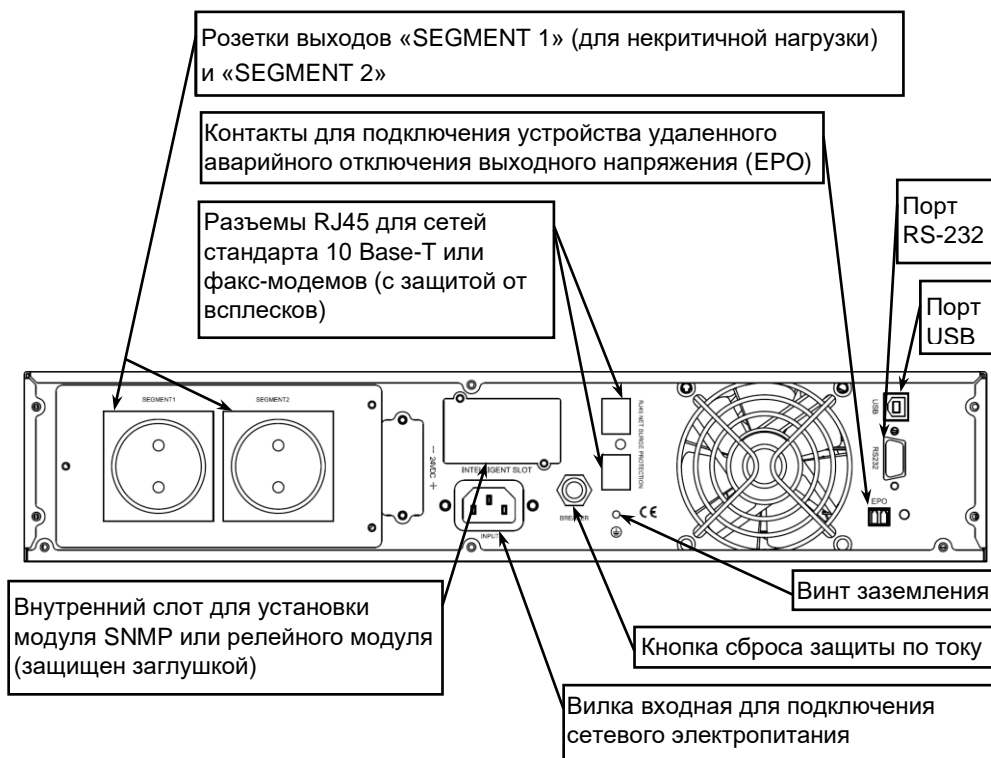

Рисунок 2 – Общий вид задней панели изделия.
**На задней панели изделия** расположены: входной и выходные разъемы, кнопка сброса срабатывания защиты по току (срабатывание защиты происходит при превышении уровня входного тока выше допустимого), вентиляторы охлаждения и разъемы коммутационных портов (см. рисунок 2).
Разместите изделие в шкафу и закрепите его на передних стойках. Соедините винт заземления изделия (см. рисунок 2) с контуром заземления телекоммуникационного шкафа перемычкой заземления (в комплект поставки не входит).
- Подключите к выходным розеткам изделия кабели питания нагрузок (см. рисунок 2).